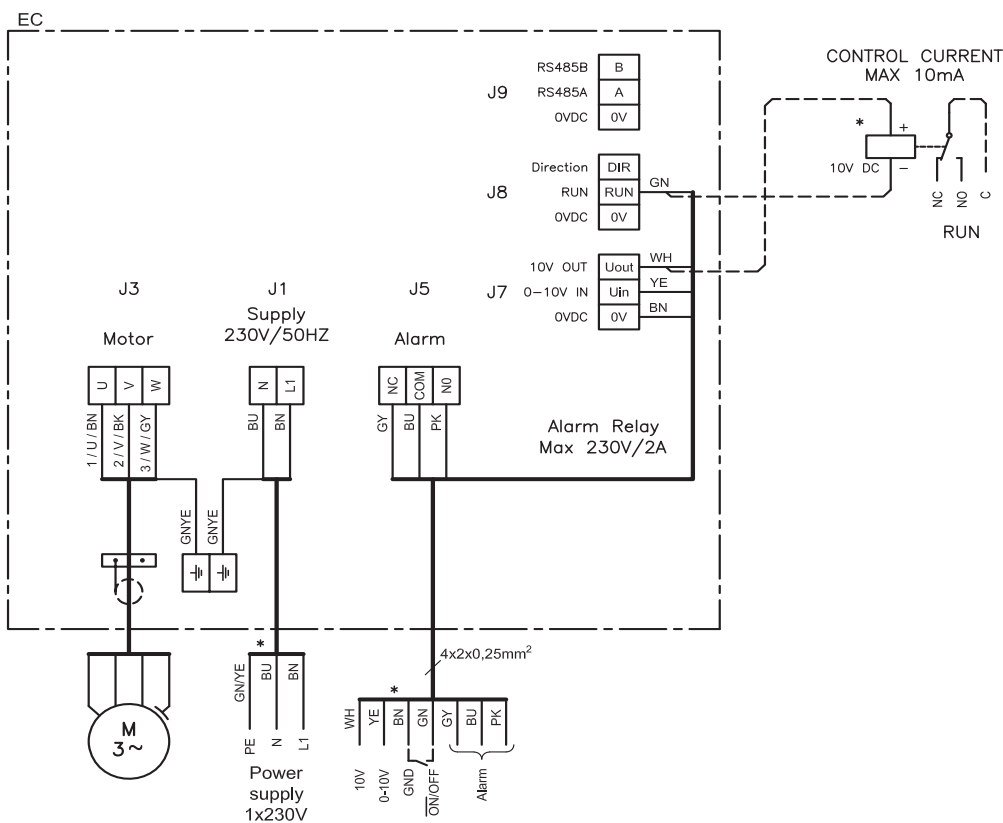

Fig. 8
**Elektrisk tilkobling** Elektrisk tilkobling foretas iht. koblingsskjemaet, som finnes i luken på motorens klemkasse (fig. 8).